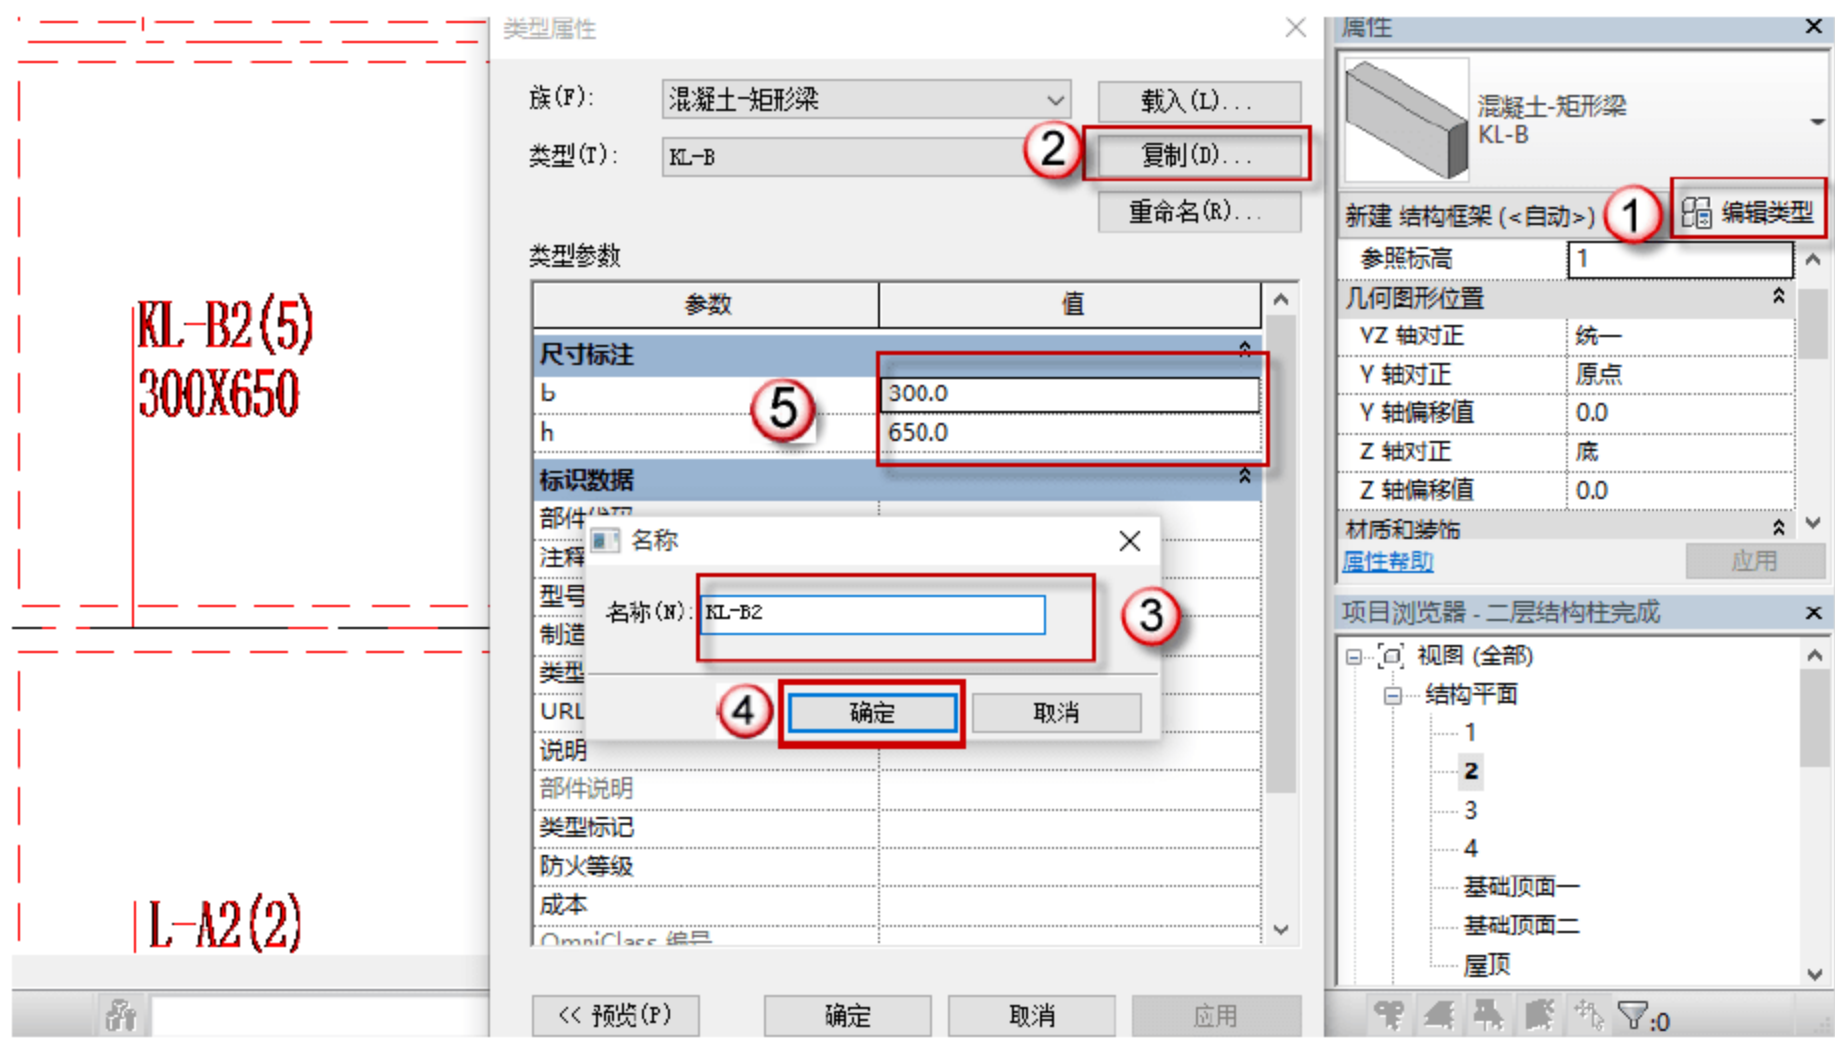

图 4.2.8 设置 KL-B2 的参数
(8) 设置矩形梁 KL-B2 参数，按快捷键 B+M，出现绘制的界面，单击“编辑类型”按钮，在弹出的对话框中单击“复制”按钮，再在弹出的对话框中命名新的族 KL-B2，单击“确定”按钮。在“尺寸标注”栏设置参数，如图 4.2.8 所示。